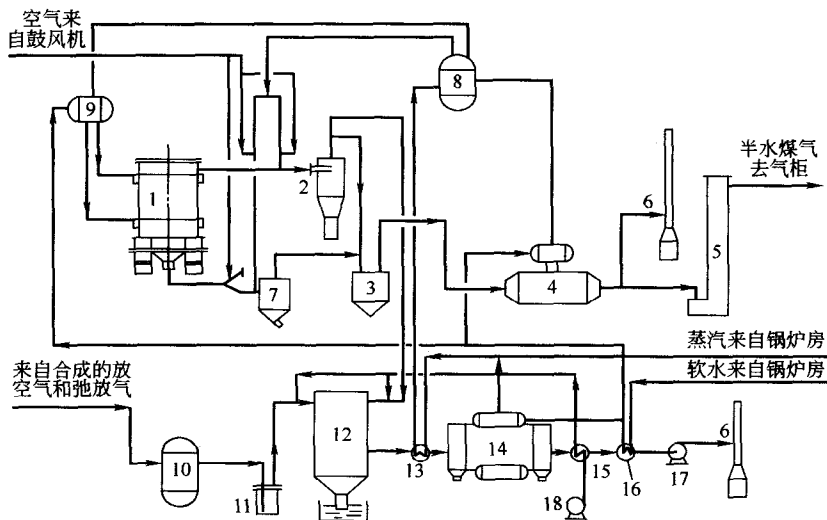

图 2-1-7 小型合成氨厂节能型工艺流程
② 小型合成氨厂节能型工艺流程 该流程如图 2-1-7 所示。